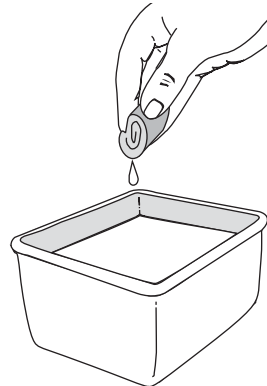

Fig. 16
3. Lave el filtro con agua y detergente (Fig. 16). Enjuague bien el filtro. Escurra el exceso de agua. Déjelo secar por completo.